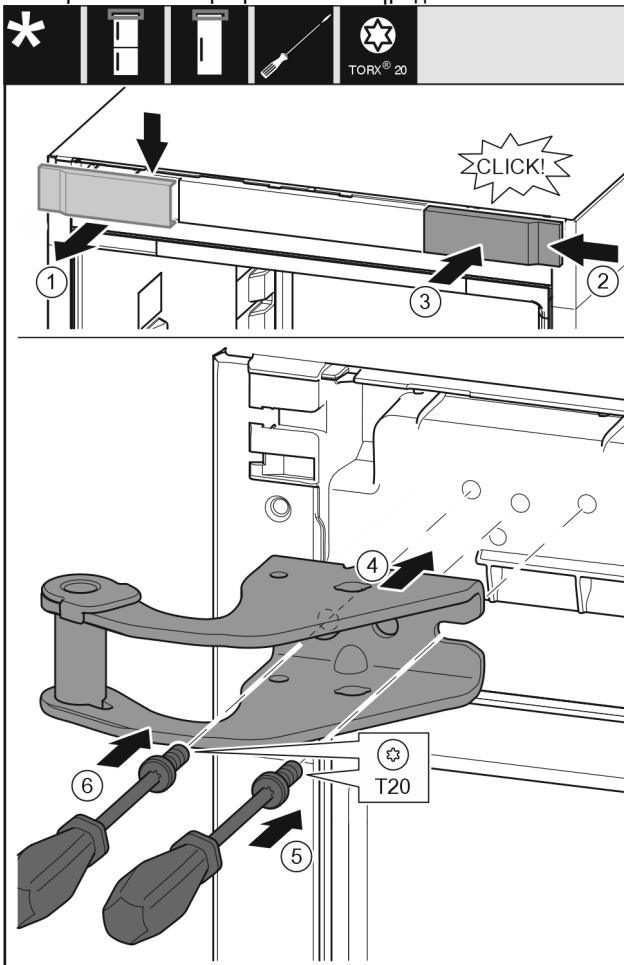

Fig. 9
- Αφαιρέστε το κάλυμμα από επάνω προς τα εμπρός. Fig. 9 (1)
- Αναρτήστε το κάλυμμα υπό γωνία 180° στην άλλη πλευρά από δεξιά. Fig. 9 (2)
- Κουμπώστε το κάλυμμα. Fig. 9 (3)
- Τοποθετήστε το επάνω στήριγμα. Fig. 9 (4)
- Τοποθετήστε τη βίδα με κατσαβίδι T20 και σφίξτε τη. Fig. 9 (5)
- Τοποθετήστε τη βίδα με κατσαβίδι T20 και σφίξτε τη. Fig. 9 (6)